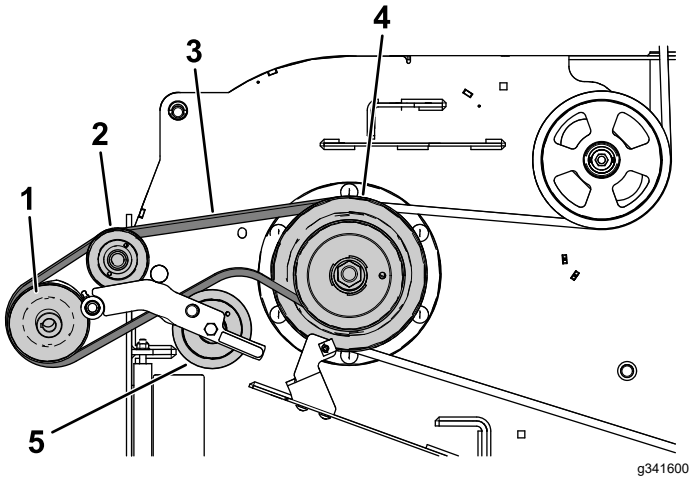

Figura 10
- Encaminhe a correia debaixo da polia intermédia (Figura 10).
- Retire a correia da polia da transmissão (Figura 10).
1. Alinhe a correia do soprador em redor da polia do soprador (**Figura 10**).
4. Encaminhe temporariamente a correia debaixo da polia intermédia (**Figura 10**).
5. Encaminhe a correia em redor da polia da transmissão (**Figura 10**).
7. Afaste a polia intermédia/de tensão da mola do pólo de mola fixo e coloque a correia em redor da polia intermédia (**Figura 10**).